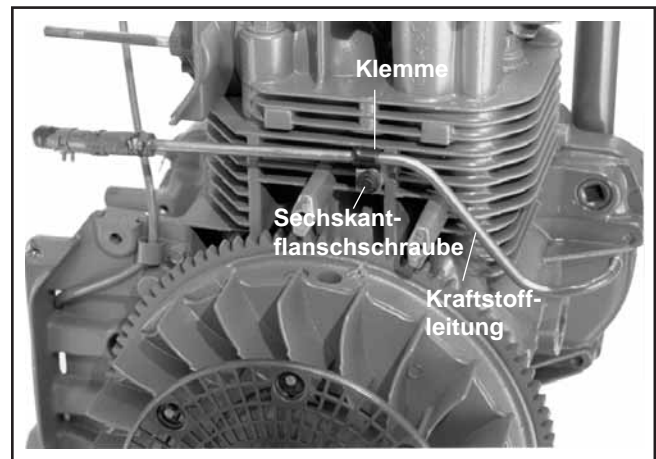

Abbildung 11-27. Kraftstoffleitung einbauen.
1. Installieren Sie Kraftstoffleitung, Klemme und Sechskantflanschschraube. Siehe Abbildung 11-27.